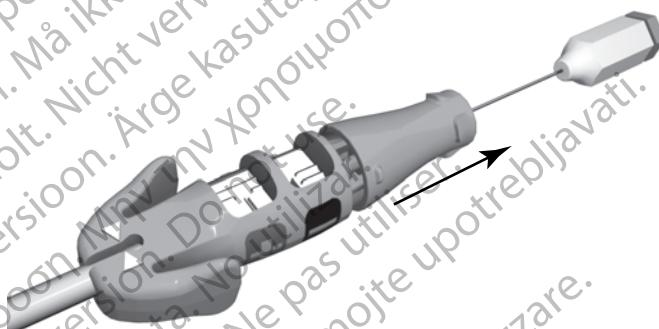

Figura 6. Manopola di fissaggio dello strumento connettore staccata
3. Togliere la manopola di fissaggio dal pin terminale prima di inserire l'elettrocatatere nella vena (Figura 6 Manopola di fissaggio dello strumento connettore staccata a pagina 21).